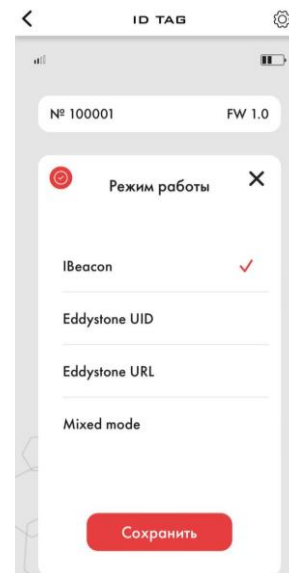

Рисунок 8 – Окно «Режим работы»
- Переключаться между форматами широковещательных пакетов, в котором будет работать Метка можно нажав кнопку «Режим работы» (рисунок 8), в этой вкладке отображены все возможные режимы работы метки, описание которых приведено в таблице 6;